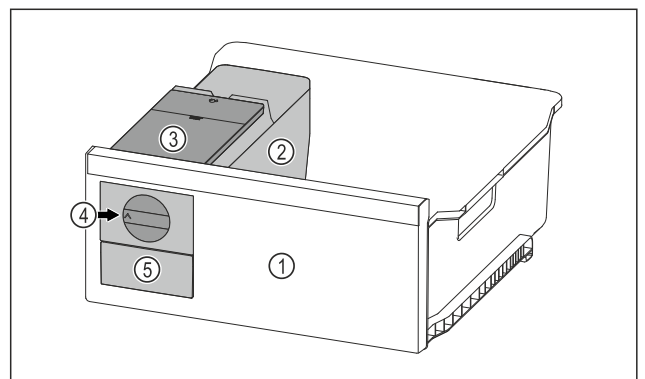

Fig. 102 Beispielhafte Darstellung
- ▶ Drehknopf Fig. 102 (4) im Uhrzeigersinn bis zum Anschlag drehen.
- ▶ Eiswürfel fallen aus der Eiswürfelschale in das Eiswürfelschubfach Fig. 102 (5).